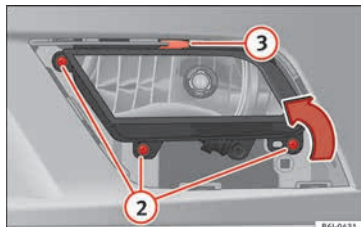

Abb. 105 Nebelscheinwerfer
- Entfernen Sie die 3 Schrauben » Abb. 105 2, um den Nebelscheinwerfer herauszunehmen.
- Ziehen Sie die Metallklammer an der Oberseite des Nebelscheinwerfers zur Außenseite des Fahrzeuges ab » Abb. 105 3.